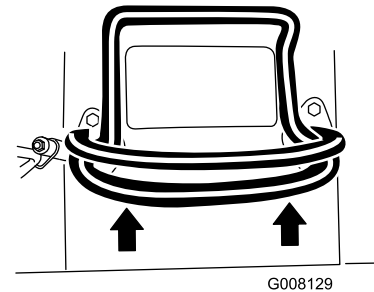

Bild 8
- Bewegen Sie den Fahrtriebshebel nach vorne, um vorwärts zu fahren (Bild 8).